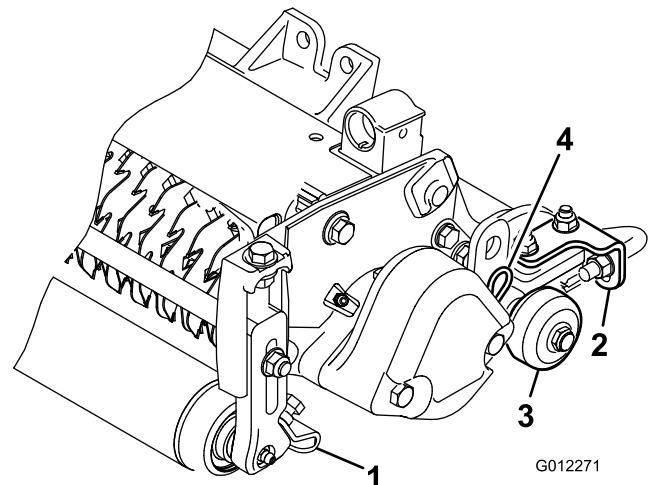

Figura 6
- Desaperte as porcas flangeadas que fixam os raspadores do rolo (Figura 6).
Antes de as unidades de corte vertical serem baixadas até ao chão ou retiradas da unidade de tracção, baixe os rolos de transporte (Figura 6) para proteger as lâminas do contacto com a superfície dura.
As unidades de corte vertical podem ser instaladas em qualquer uma das três localizações na unidade de tracção. A Figura 6 mostra a orientação do motor de transmissão hidráulica para cada uma das localizações. As localizações que impliquem a montagem do motor no lado direito da unidade de corte vertical necessitam da instalação de um contrapeso no lado esquerdo da unidade de corte vertical. As localizações que impliquem a montagem do motor no lado esquerdo da unidade de corte necessitam da instalação de um contrapeso no lado direito da unidade de corte vertical.